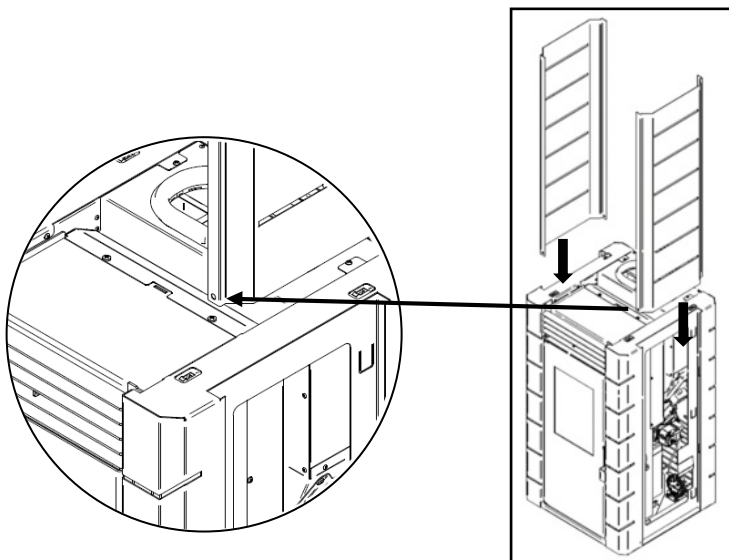

Figura 27 - Colocação envoltentes laterais
g) Para os modelos Kili e Pico é necessário realizar um conjunto de tarefas intermédias antes de colocar o tampo. Nos modelos com laterais em chapa pintada e revestimento em pvc resistente a alta temperatura (imitar madeira ou tecido), deve-se encaixar estas no sentido descendente nos rasgos que se encontram nas laterais estruturais do equipamento (Figura 27).